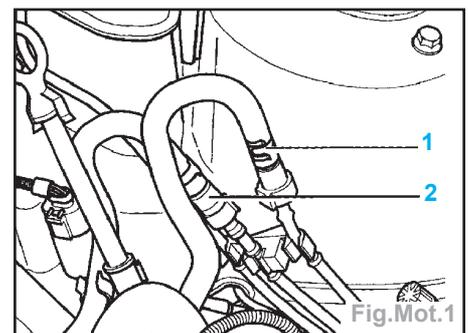

Fig.Mot.1
- Débrancher les conduites d'alimentation et de retour de carburant (1 et 2) (appuyer sur le bouton de déblocage) (Fig.Mot.1).